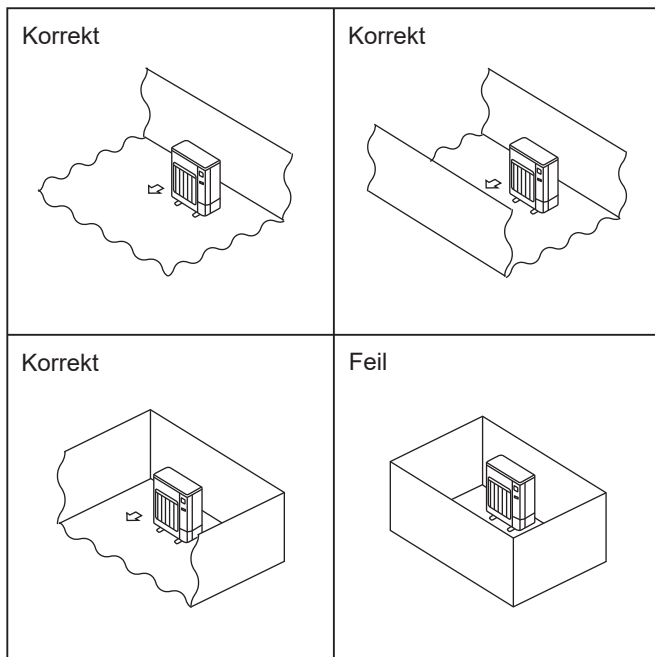

Fig. 2-2
- Ⓢ Monter utendørsenheter på et sted der minst én av fire sider er åpne, og i et tilstrekkelig stort område uten fordypninger. (Fig. 2-2)